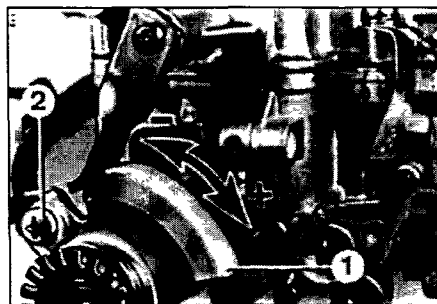

Рис. 4.20 Регулировка ускорительного насоса
20 Ослабьте винт крепления (2) (рис. 4.20).